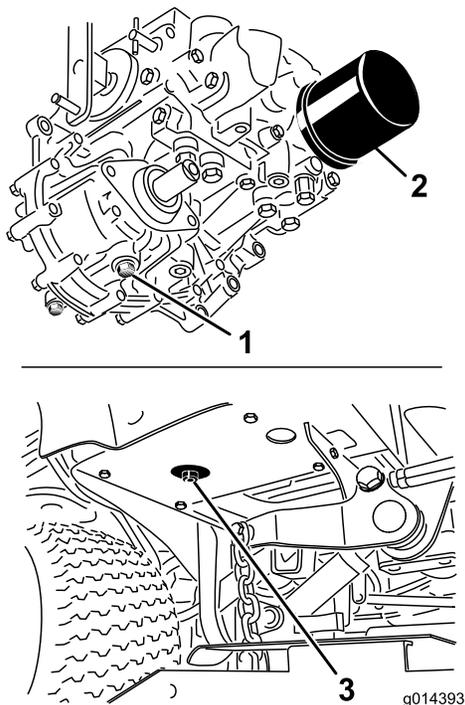

Figure 52
3. Placez un grand bac de vidange sous le réservoir hydraulique et le carter de transmission, et enlevez les bouchons pour vidanger tout le liquide hydraulique (Figure 52).
4. Nettoyez la surface autour du filtre à huile hydraulique et retirez le filtre (Figure 52).